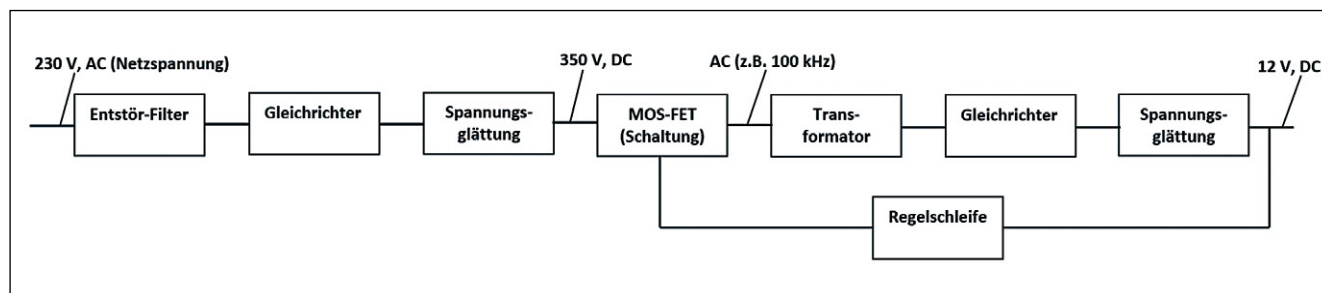

Bild 1. Blockdiagramm eines Schaltnetzteils. (Bild: Rigol)
eine DC-DC-Wandlung verwendet werden, allerdings haben sie den Nachteil, dass sich am DC-Ausgang durch die Transformatorfrequenz ein Rauschen (Ausgangs-Ripple) bilden kann. In **Bild 1** ist ein vereinfachtes Blockdiagramm eines Schaltnetzteils mit den wesentlichen Komponenten dargestellt. Der Eingang ist an die AC-Netzspannung angeschlossen und muss aufgrund von möglichen Netzstörungen im Netzteil gefiltert werden. Danach wird das AC-Signal mittels einer geeigneten Diodenschaltung gleichgerichtet. Die Gleichrichtung erhöht die Spannung auf ca. 350 V (DC). Da diese Spannung allerdings eine pulsierende Charakteristik hat, wird eine Siebung – also eine Spannungsglättung – mittels hochkapazitiver Elektrolytkondensa-